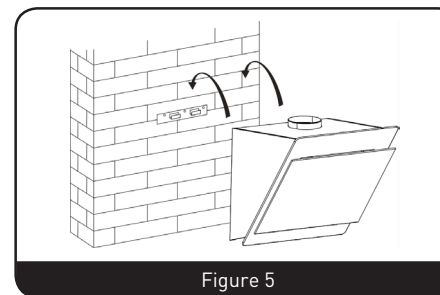

Figure 5
- Soulevez la hotte et accrochez-la aux crochets du support mural. (Figure 5)